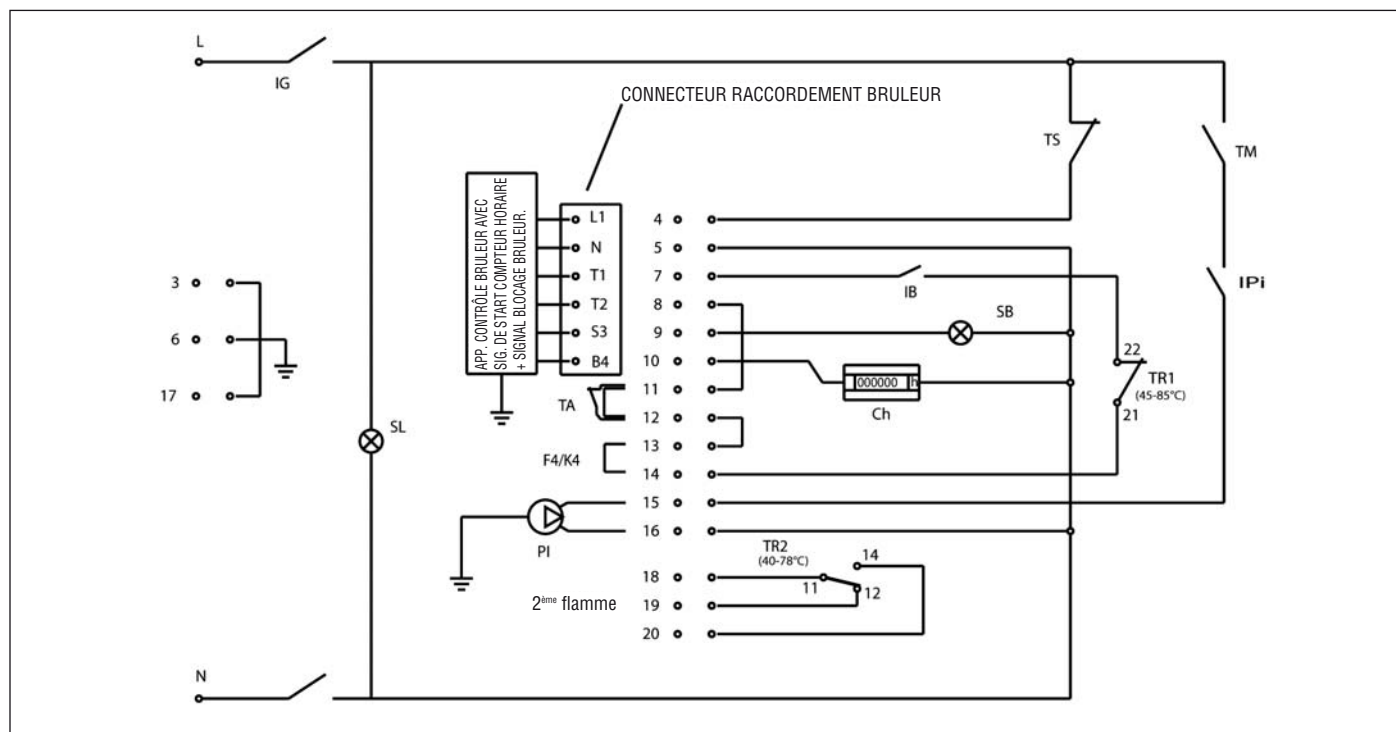

Fig. 17
7.2 Schéma électrique pour brûleur et pompe monophasé (Fig. 17)